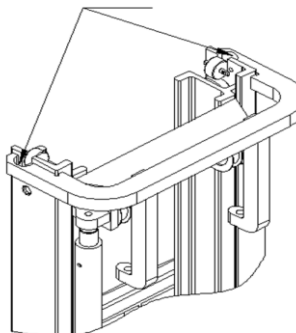

Рисунок 2-33
(1) Места крепления подъемной системы представлены на Рис. 2-33